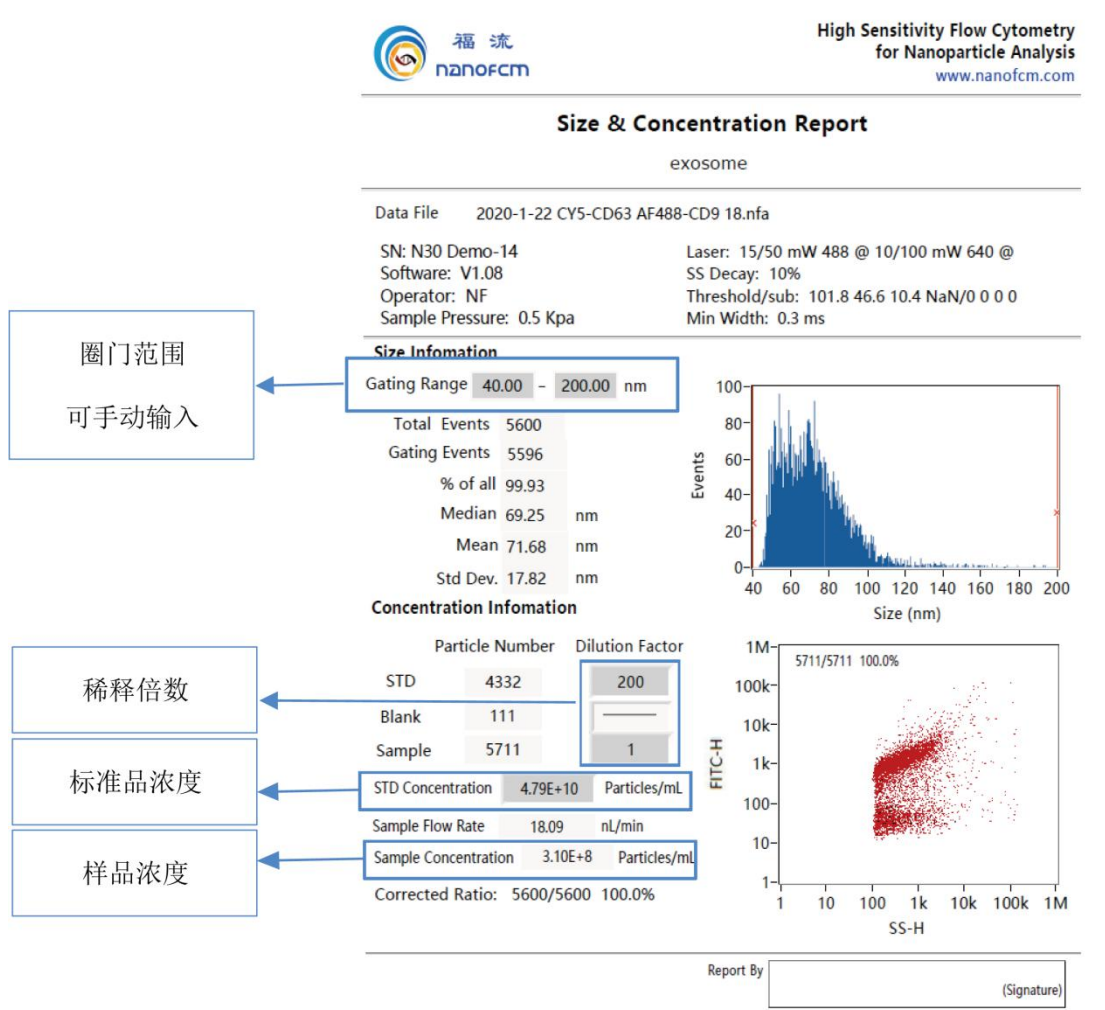

图 6-4 粒径和浓度报告
- 浓度和粒径报告：单击  选择 **Size & Concentration**，生成粒径浓度检测报告，可存为 PDF 文档，如图 6-4 所示。